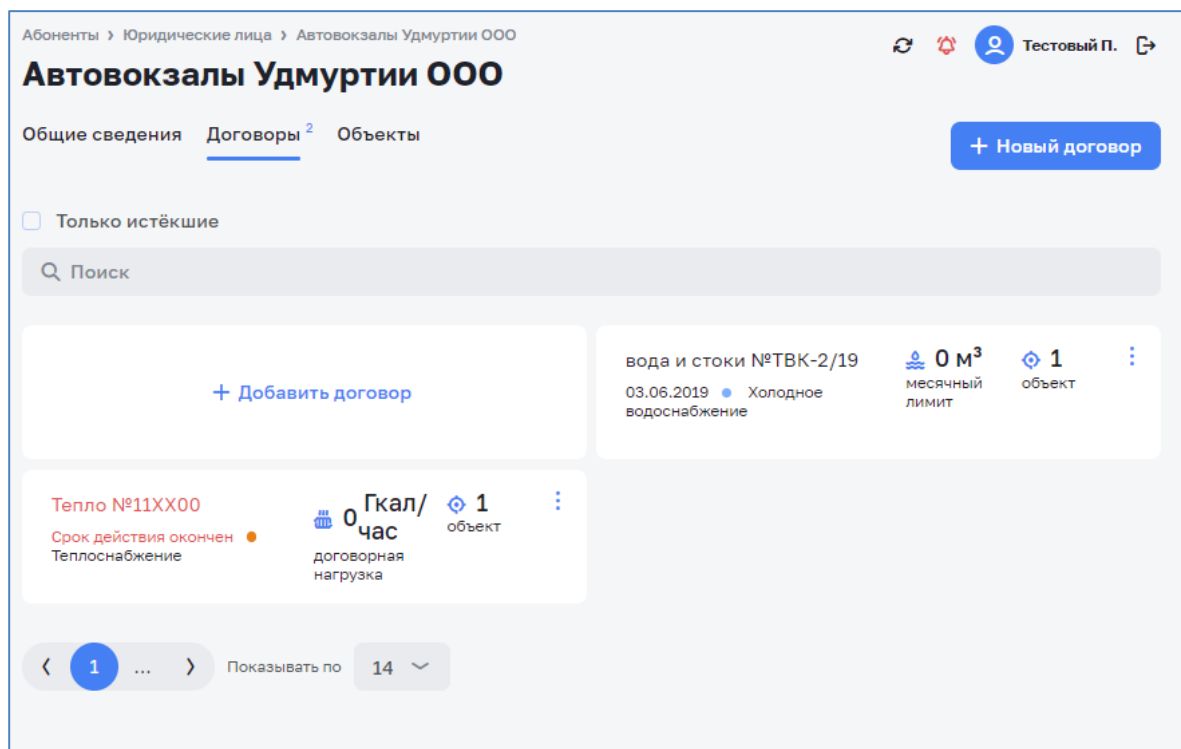
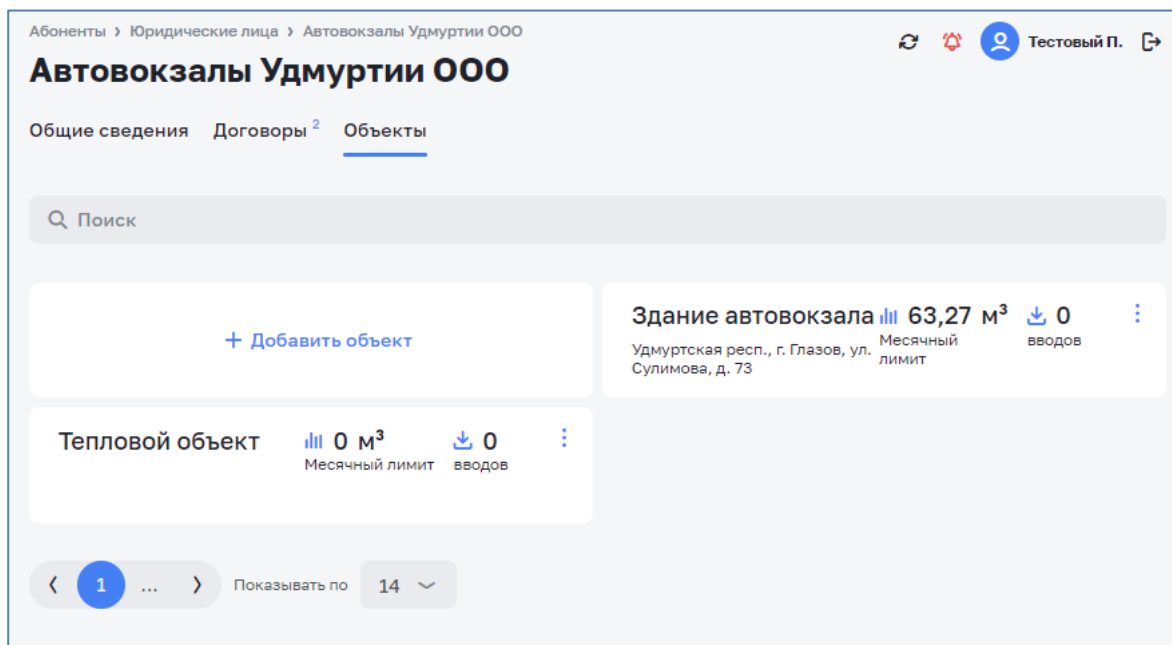

Рисунок 56 – Вкладка «Договоры» абонентской записи
Рисунок 59 – Вкладка «Объекты» абонентской записи
- Договоры (см. Рисунок 56);
- Объекты (см. Рисунок 59).
Кнопка  Редактировать (см. Рисунок 56) позволяет открыть для редактирования абонентскую запись (см. 3.6.3).
Кнопка  в верхнем правом углу договора (см. Рисунок 56) открывает меню работы с договором:
Работа на вкладке «Объекты» (см. Рисунок 59) аналогична работе на вкладке «Договоры» (см. Рисунок 56);